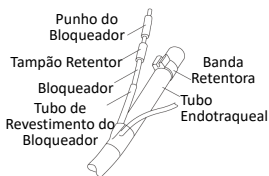

Fig.6
1. Mova o tampão retentor e rode (se necessário) e monte-o no tubo de revestimento do bloqueador (Fig. 6).